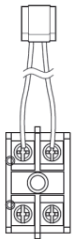

Fig.1
- 1 Busque el kit del bloque de terminales de la resistencia de apoyo (fig. 1).